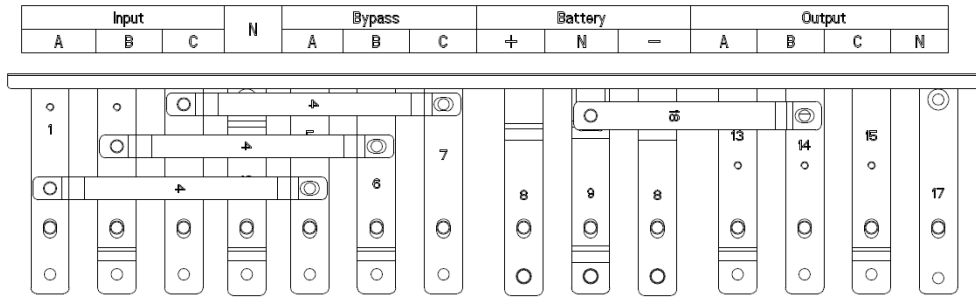

Figura 2-15 Morsetti di collegamento UPS a 2-slot
- 2) Aprire lo sportello dell'armadio (lo sportello anteriore per UPS a 2 e 4 slot; lo sportello posteriore per UPS a 6 e 10 slot), rimuovere il coperchio di metallo o di plastica. Il morsetto di ingresso e di uscita, il morsetto della batteria e il morsetto di terra di protezione sono mostrati in Figura 2-15, Figura 2-16 e Figura 2-17.